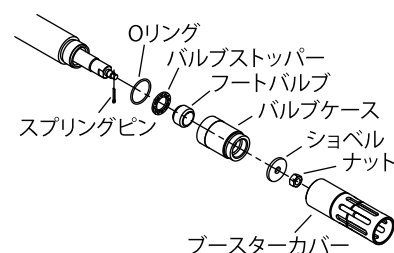

Fig. 4
- 5) ブースターカバーにパイプレンチをかけてねじ戻し外し、さらにスプリングピン、ナット、ショベルを取外してください。(Fig. 4)